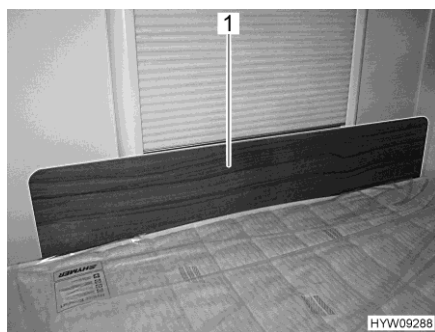

Fig. 75 Cache de protection/protection antichute
- Placer le cache de protection (Fig. 75,1) devant la fenêtre entre le matelas et le cadre de la fenêtre. Le matelas maintient le cache de protection dans sa position devant le cadre de la fenêtre.